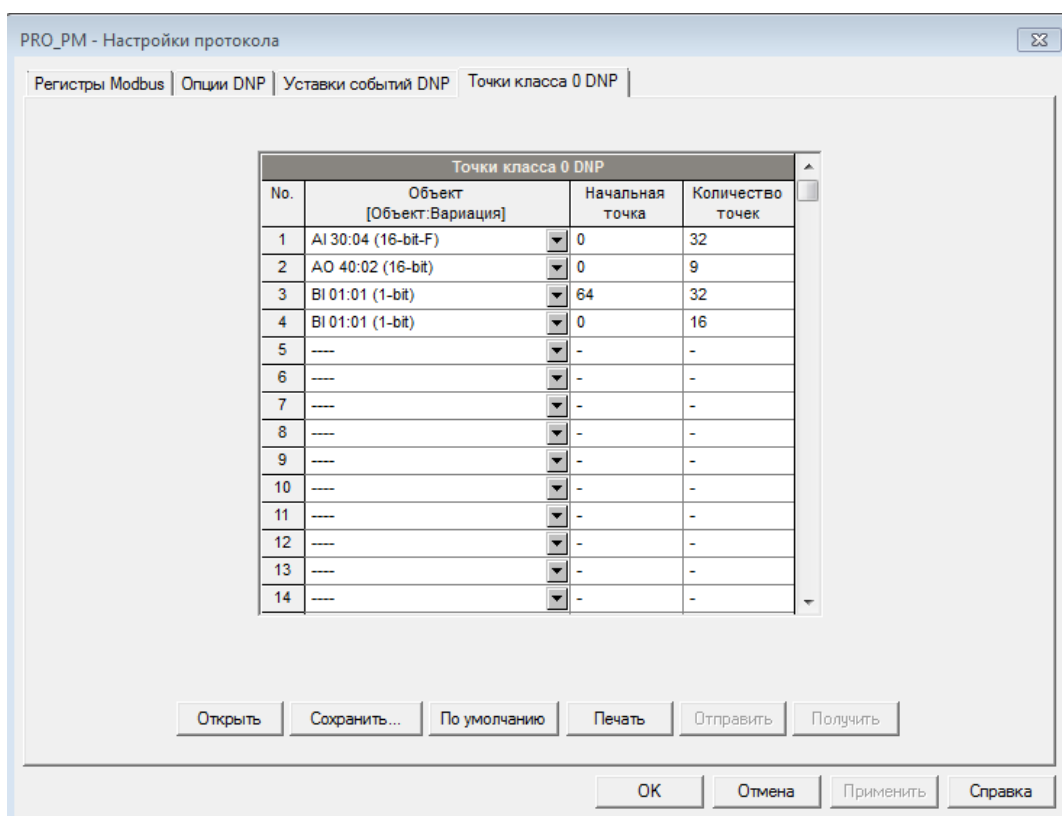

Рисунок 114 – Точки класса 0 DNP
1. Выберите на панели меню ПО PAS «Настройки» – «Настройки протокола», в открывшемся окне перейдите на вкладку «Точки класса 0 DNP» (рисунок 114 – заводские настройки).